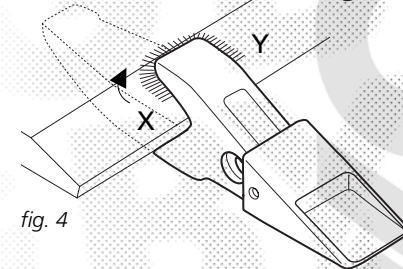
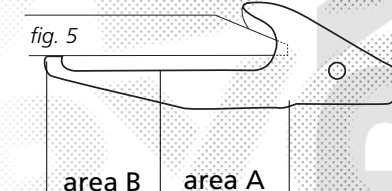

fig. 4
fig. 5
- 4 Soldar la pala larga inferior empezando con cordón a unos 100 mm. del borde del labio (area B fig. 5), y dando la vuelta por detrás hasta llegar a la misma altura de donde empezamos. Dar a continuación sendos cordones, uno por cada lado desde X e Y hasta empalmar con los extremos del primer cordón (fig. 4). Repetir el proceso sucesivamente hasta que la soldadura haya alcanzado la dimensión que se especifica en la tabla de la fig. 6 para la zona B. Continuar dando pasadas en la zona A, extendiéndose gradualmente sobre la zona B para lograr una transición gradual hasta alcanzar en la zona A el tamaño que se especifica en la tabla de la fig. 6.
- 6 Soldar ahora la pala corta (superior) empezando los cordones en un punto de iniciación a 25mm. aproximadamente del borde del labio y siguiendo el entorno de la pala hasta acabar en la otra placa a 25 mm. de borde del labio (fig. 4). Repetir las pasadas hasta alcanzar el espesor de soldadura indicado en la tabla de la fig. 6 para la zona A (fig. 5).